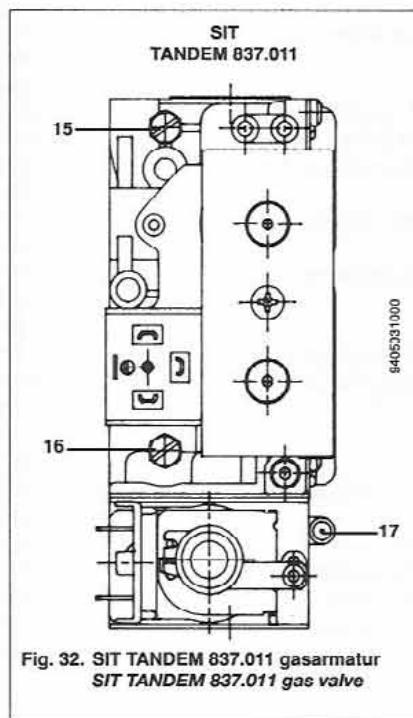

Fig. 32. SIT TANDEM 837.011 gasarmatur
1. Monter den positive del af et dysetryksmanometer på gasarmaturets testnippel "15" (fig 32)
2. Monter den negative del af manometret til en siliconeslange med et indskudt l-stykke for at bevare forbindelsen mellem brændkammeret og gasarmaturets kompensationsstuds "17" (fig. 32)